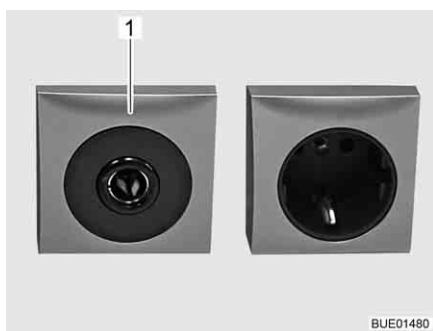

Fig. 102 Caja de enchufe de 12 V/10 A
- ▷ Conectar únicamente aparatos con máximamente 10 A a las cajas de enchufe (Fig. 102,1) de la red de a bordo de 12 V.